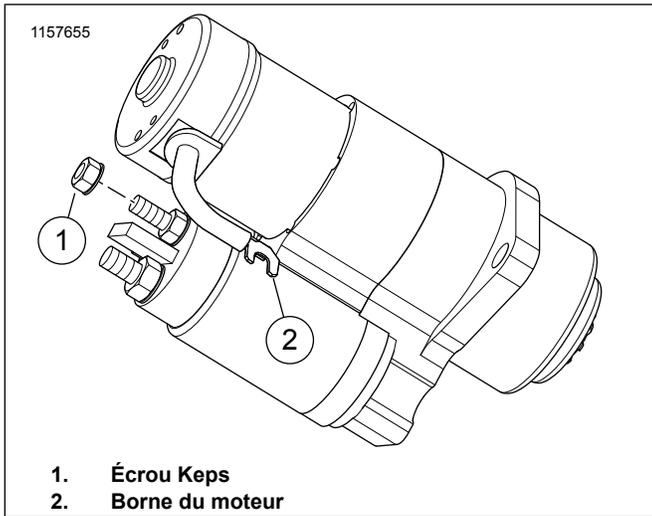

Figure 1. Écrou Keps
2. Figure 1 Déposer l'écrou Keps (1) et la borne du moteur (2).
Vérifier que le fil de la borne du moteur se trouve bien dans l'encoche la plus proche du solénoïde. Figure 1
25. Figure 1 Poser la borne du moteur et l'écrou Keps. Serrer.